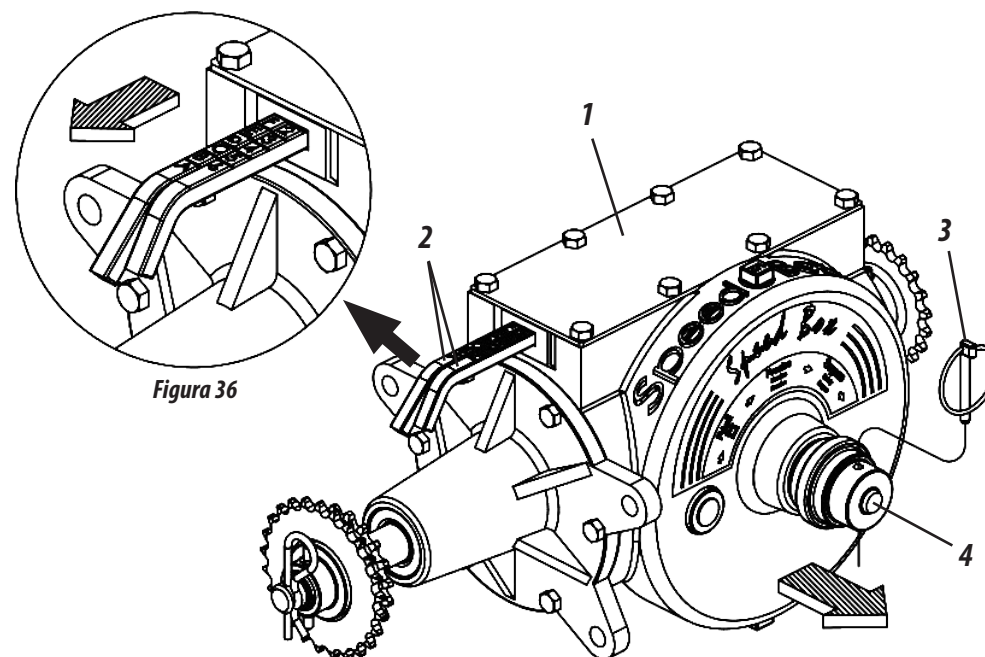

Figura 36
SPEED BOX (FIGURA 36)
- 1- Selecione a quantidade desejada nas tabelas e verifique a combinação correspondente nas alavancas (2). **Exemplo:** Posição **F2** na tabela, indica que a alavanca com letras deve estar na posição **"F"** e a alavanca com números deve estar na posição **"2"**, conforme mostra a figura 36.
- 2- Para movimentar as alavancas, retire a trava (3), puxe a manopla (4), em seguida, regule as alavancas conforme exemplo acima. Ao terminar a combinação, retorne a manopla (4) e recoloque a trava (3).